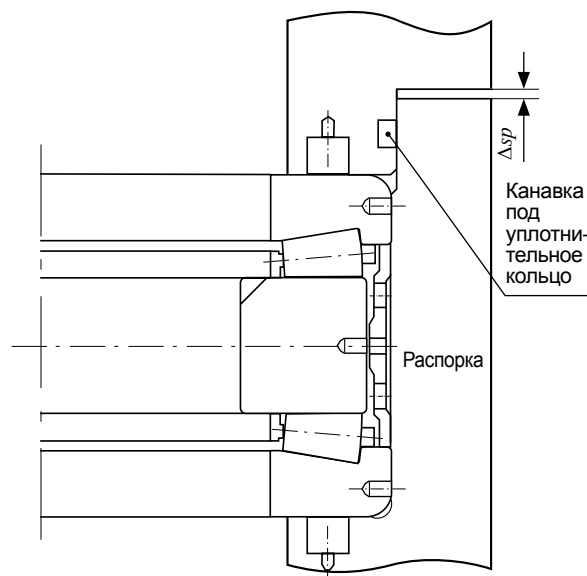

Рис. 3.43. Временная сборка без пружин преднатяга
- (1) Снимите пружины преднатяга из распорки.
- (2) При помощи оправки соберите подшипник в распорку.
- (3) Снимите уплотнительное кольцо и пружину преднатяга с крышки держателя подшипника и установите крышку держателя на распорку.
- (4) Временно затяните болты крышки держателя.
- (5) Замерьте зазор между торцевой поверхностью распорки и поверхностью фланца крышки (Δsp) плоским щупом в нескольких точках по окружности вокруг болтов и определите среднее арифметическое результатов измерений (Δsp) (**Рис. 3.43**).
- (6) Установите комбинацию регулировочных пластин (Δsm), как описано ниже: